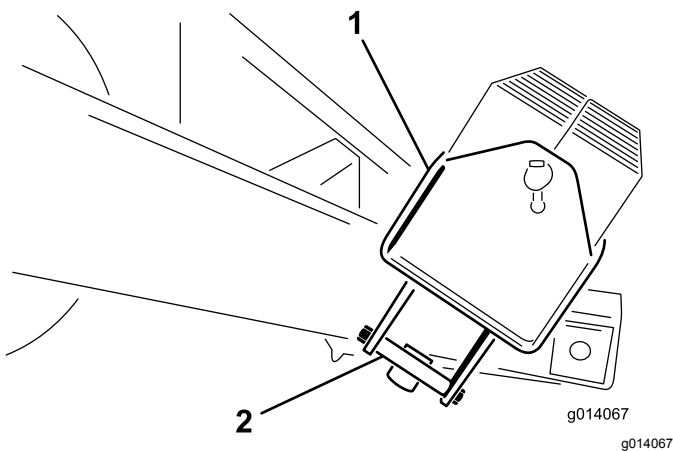

Figure 5
2. Retirez les boulons ($\frac{1}{2}$ " x $5\frac{1}{2}$ ") du support de montage du boîtier des masses. Mettez les supports de montage au rebut (Figure 5).